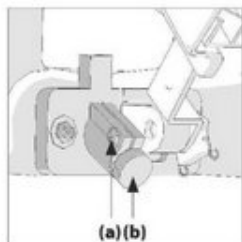

Fig. 6
- Odkręć śrubę blokującą (Fig.6,a)
- Ostrożnie obróć moduł lasera (Fig.6,b) i ustaw zgodnie z oznaczeniami na kartonie.